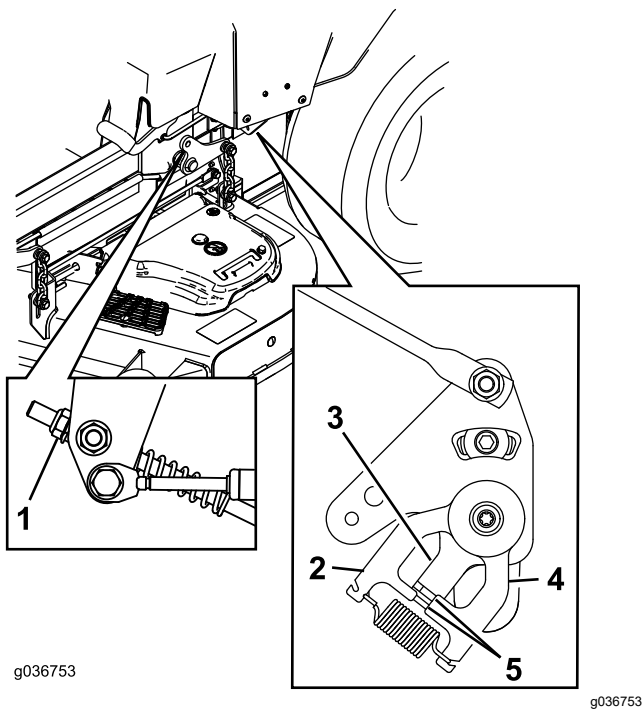

Figura 104
11. Ajuste la longitud de las varillas de control de las bombas girando la tuerca en el sentido apropiado, hasta que las ruedas se muevan ligeramente en marcha atrás (ver Figura 104).